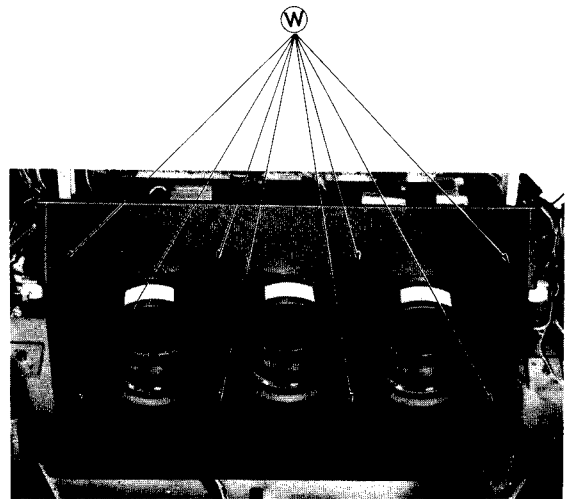

Fig. 20 Abb. 20
4. Remove 8 screws (Ⓜ) in fig. 20.
4. Die 8 Schrauben (Ⓜ) in Abb. 20 entfernen.